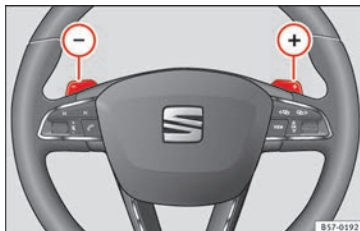

Fig. 182 Volante: leve per il cambio automatico.
- Premere la leva a bilanciere del cambio  per inserire una marcia superiore » **fig. 182**.